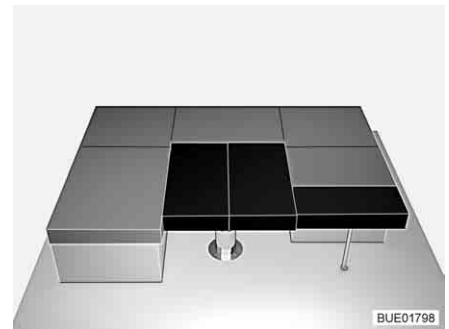

Bild 104 Efter ombyggnaden
- Lägg den lilla extra dynan på förlängningen till sänglådan (se Bild 104).